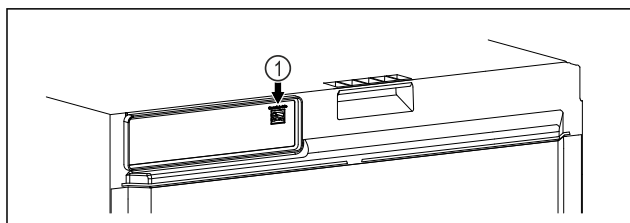

Fig. 113
- ❑ SmartModule Fig. 113 (1) ist eingesetzt.